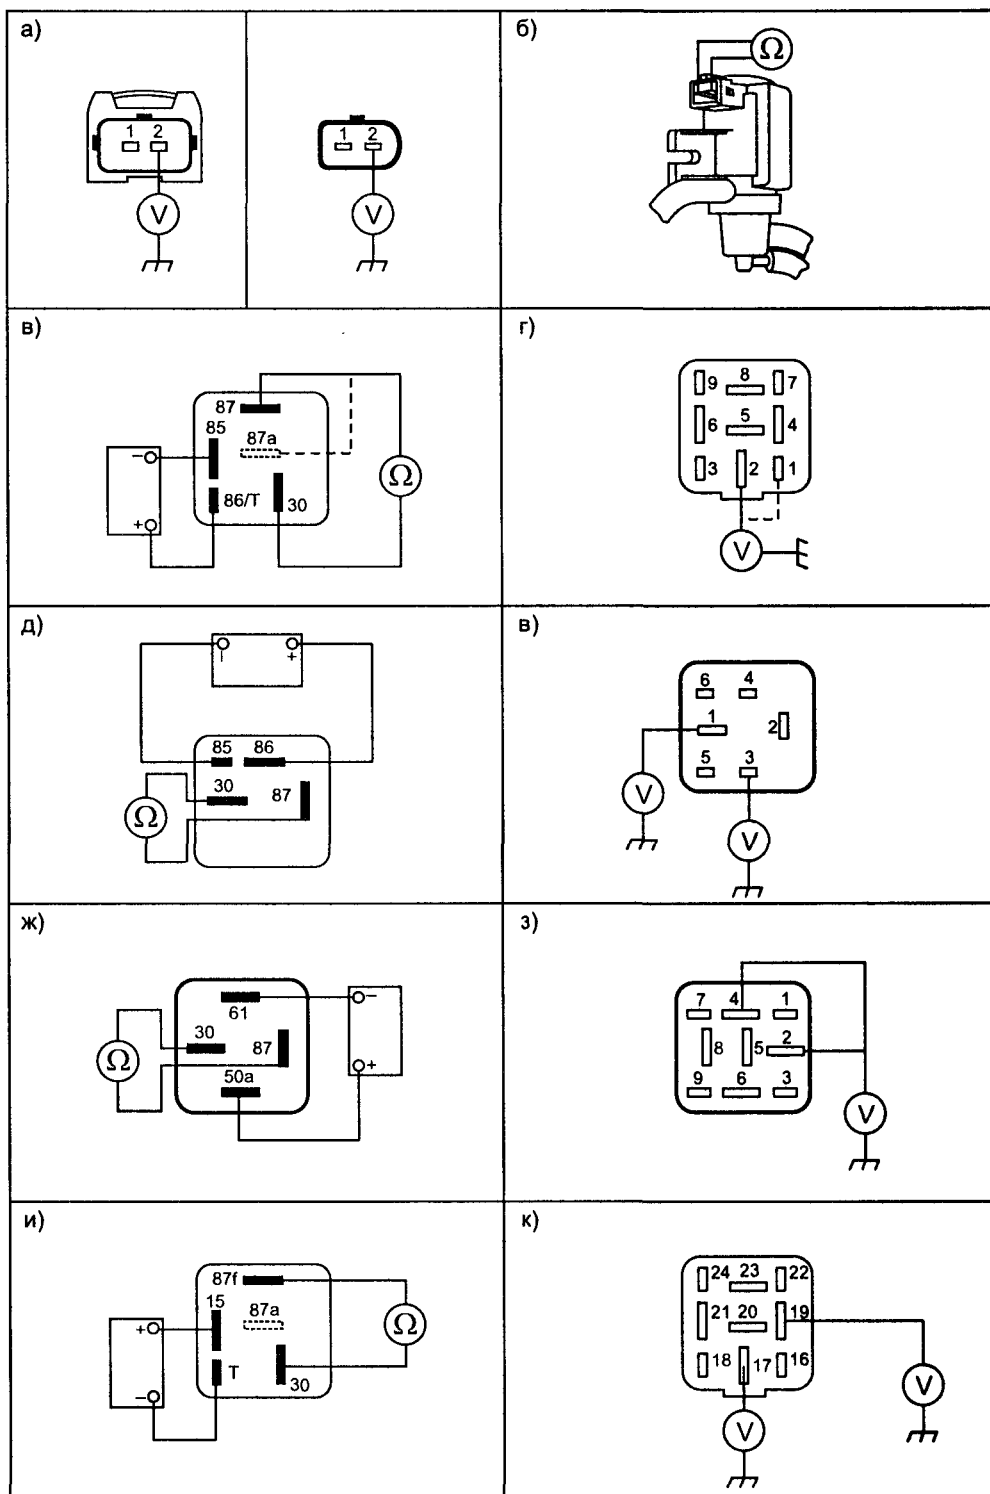

Рис. 1.7.9. Контроль выпуска ОГ и система обеспечения ЭСУД
- отключают разъем клапана EGR и при включенном зажигании проверяют наличие 12 В на контакте 2 разъема жгута клапана (см. рис. 1.7.9а), если питания нет, проверяют предохранитель F2, реле K46, замок зажигания и соответствующие соединения;
- проверяют сопротивление обмотки соленоида клапана EGR (контакты 1—2 разъема клапана), его величина должна быть в пределах 14...20 Ом (см. рис. 1.7.9б);
- извлекают главное реле питания ЭСУД K46 из разъема, собирают диагностическую схему (см. рис. 1.7.9в) и проверяют срабатывание реле, контакты 87-30 должны замкнуться при подключении питания к контактам 85-86/Т;
- проверяют напряжение на контактах 1 и 2 колодки главного реле питания ЭСУД, всегда должно быть 12 В (см. рис. 1.7.9г), если питания нет, проверяют замок зажигания и соответствующие соединения;
- извлекают реле FTP K20 из разъема, собирают диагностическую схему (см. рис. 1.7.9д) и проверяют его срабатывание, контакты 87—30 должны замкнуться при подаче питания на контакты 85—86;
- проверяют наличие напряжения 12 В (при включенном зажигании) на контактах 1 и 3 колодки реле FTP (см. рис. 1.7.9е), если питания нет, проверяют реле K46, замок зажигания и соответствующие соединения.
- извлекают реле FTP K20 из разъема, собирают диагностическую схему (см. рис. 1.7.9ж) и проверяют его срабатывание — контакты «87—30» должны замкнуться при подаче питания на контакты «50а-61»;
- проверяют наличие напряжения 12 В на контактах колодки FTP реле 2 (всегда) и 4 (только на х.х) (см. рис. 1.7.9з), если питания нет, проверяют реле K46, замок зажигания и соответствующие соединения;
- извлекают реле FCP K273 из разъема, собирают диагностическую схему (см. рис. 1.7.9д) и проверить его срабатывание, контакты «87—30» должны замкнуться при подаче питания на контакты «85—86»;
- проверяют наличие напряжения 12 В на контактах колодки реле FCP 1 (всегда) и 3 (только при включенном зажигании) (см. рис. 1.7.9е), если
- извлекают реле свечей накаливания K22 из разъема, собирают диагностическую схему (см. рис. 1.7.9и) и проверяют его срабатывание — контакты 87f—30 должны замкнуться при подаче питания на контакты 15-T;
- проверяют наличие напряжения на контактах колодки реле K22 17 (всегда 12 В) и 19 (12 В при включенном зажигании) (см. рис. 1.7.9к), если питания нет, проверяют предохранители F2, F7, реле K46, замок зажигания и соответствующие соединения.